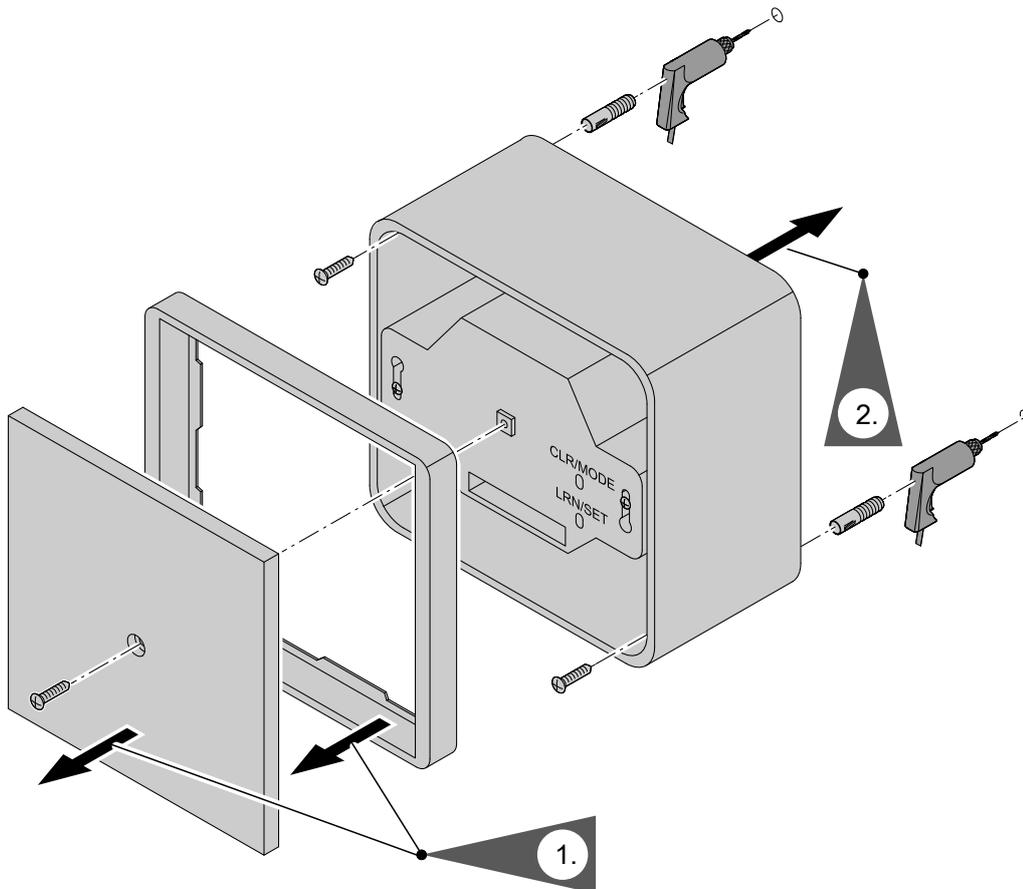

Abb. 14
4. Funkempfänger schließen, siehe umgekehrte Reihenfolge aus Abb. 14.